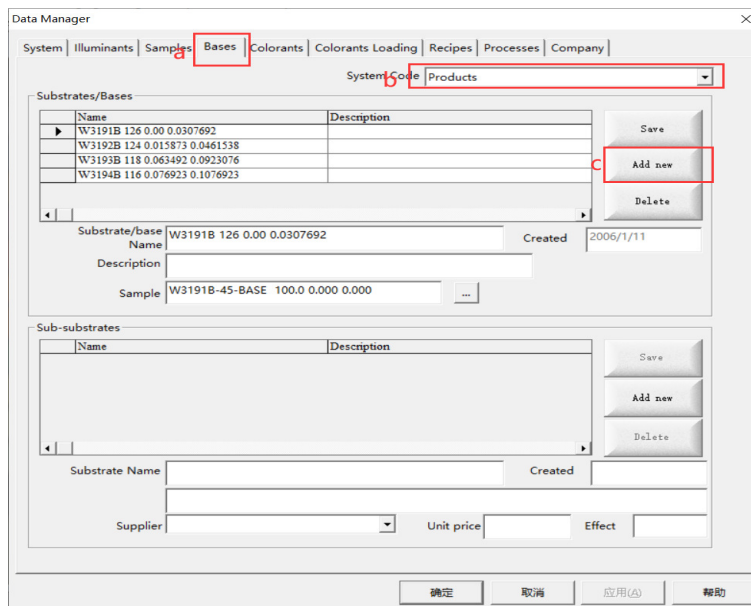

图 6-11 输入新的基色界面
- a. 从 **Data Manager** 中选中 **Bases** (如图 6-11);